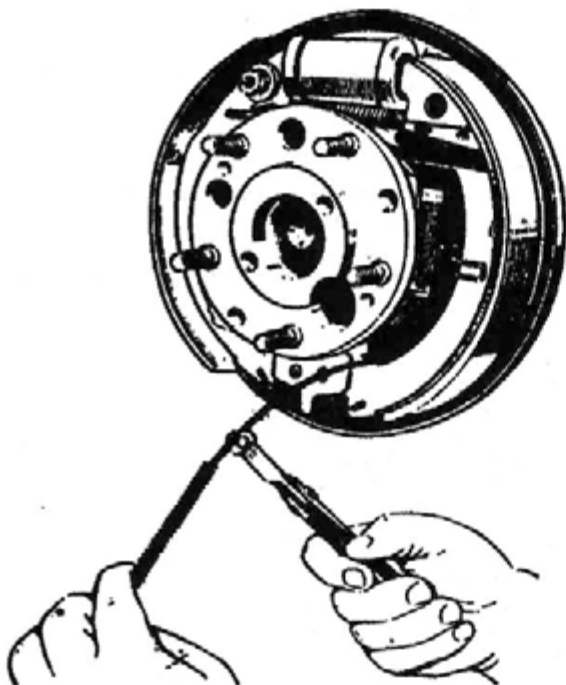

Рис. 255. Снятие заднего троса стояночной тормозной системы
5. Снимите разрезную шайбу и выньте наконечник троса из загнутой части разжимного рычага (рис. 255).